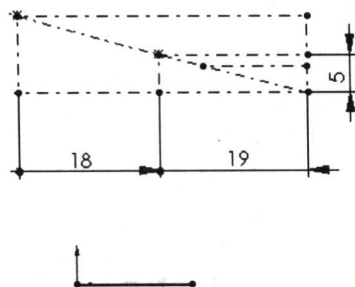

图 1-7 直线草图
6) 用“直线”绘制出一条水平线，水平线的起点与原点“重合”，如图 1-7 所示。